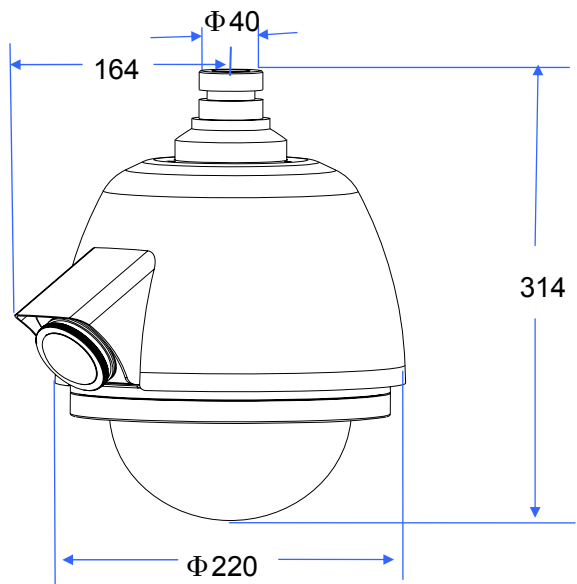

图 3-2
- 2.确认安装地点有容纳本产品及配件的足够空间，产品的外形尺寸如图 3-2 所示。